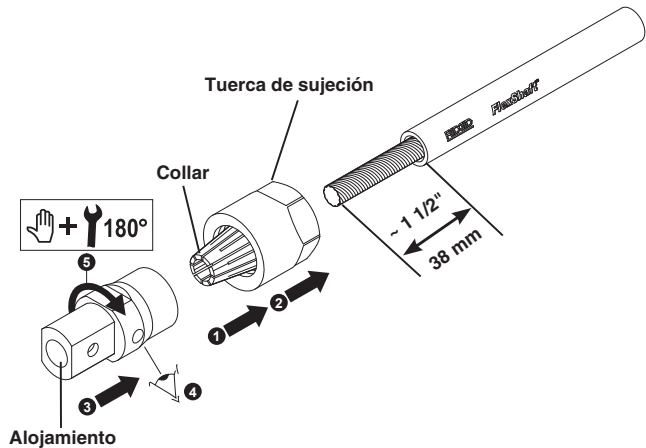

Figura 22 – Instalación del acoplamiento de reparación
7. El collar debe quedar retenido en la tuerca de sujeción. Si se han separado, empuje el extremo ranurado del collar hasta introducirlo en la tuerca de sujeción y quede fijo ①.
8. Introduzca el cable a través del conjunto de tuerca de sujeción y collar ② (vea la Figura 22).